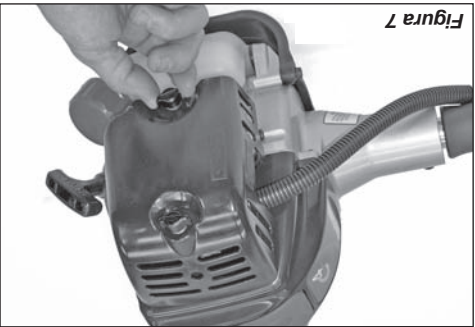

Figura 7
1. Extraiga la cubierta del limpiador de aire alojando los dos tornillos de mano. Consulte la figura 7.